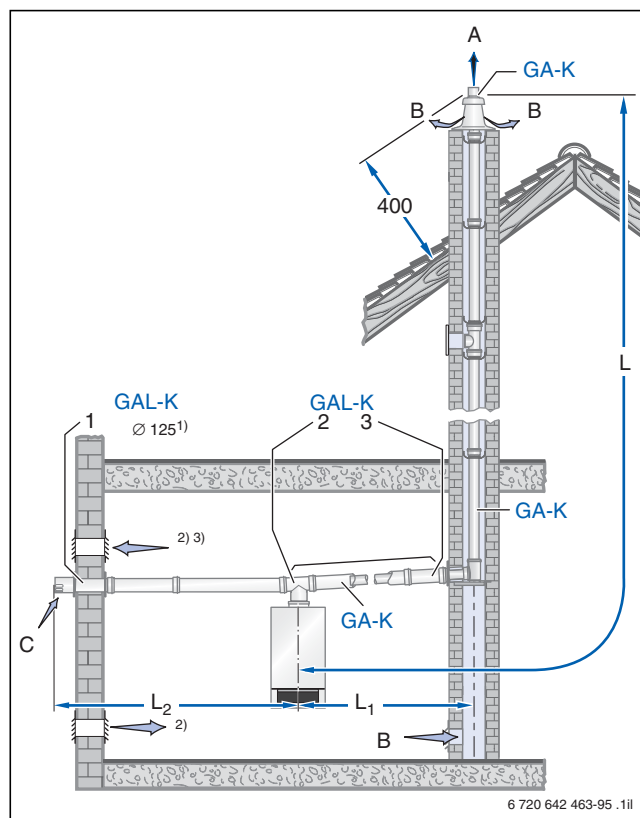

Bild 170 Montagevariante (Maße in mm)
Für Logamax plus GB192i(T) ist der Buderus-Bausatz GAL-K nur in Verbindung mit dem Bausatz GA-K verwendbar (→ Bild 170).
Tab. 83 Wandhängende Geräte; Maximal zulässige Gesamtbau-länge der Abgasleitung (→ Bild 170)
Tab. 84 Bodenstehende Geräte; Maximal zulässige Gesamtbau-länge der Abgasleitung (→ Bild 170)